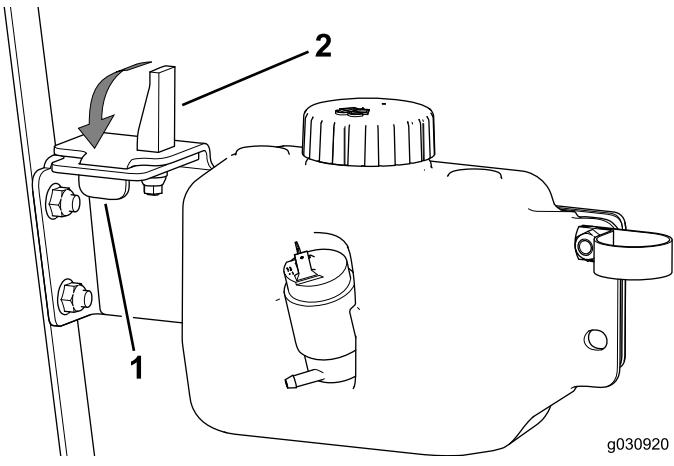

Bild 36
- Setzen Sie die Nase in den Schlitz und die Ausdehnungsriegel-Büchse in das Loch in der Behälterplatte (Bild 36).
- Drehen Sie den Hebel des Ausdehnungsriegel nach unten (Bild 36).